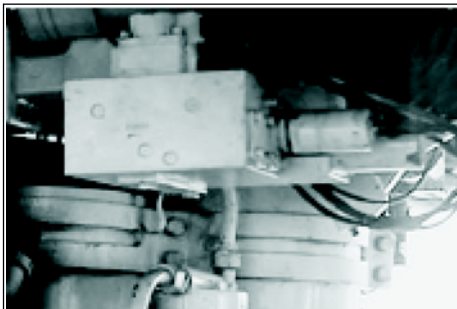

Fig 4-40. Servobloco de elevação
(1) Grupo de potência - O grupo de potência conserva a mesma função com o Sist Estab ativado ou não.
(2) Servoblocos de elevação e direção (Fig 4-40) - O servobloco de elevação está colocado abaixo do cilindro de elevação do Can e o servobloco do mecanismo de direção está localizado atrás do mecanismo de direção da torre. Ambos tem a função de converter, por meio de eletroválvulas, os sinais elétricos provenientes da unidade eletrônica em comandos hidráulicos de direção e elevação. Quando a estabilização está acionada, eles servem como válvulas direcionais e substituem desse modo as válvulas direcionais do bloco de válvulas que atuam quando a estabilização está desligada e também asseguram a ligação entre componentes elétricos e hidráulicos.